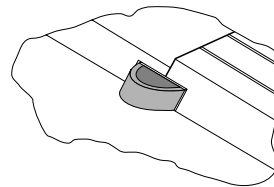

Abb. 16
- Schieben Sie den Riegel über den Druckpunkt hinaus, bis zum Anschlag hinein. (Abb. 16).